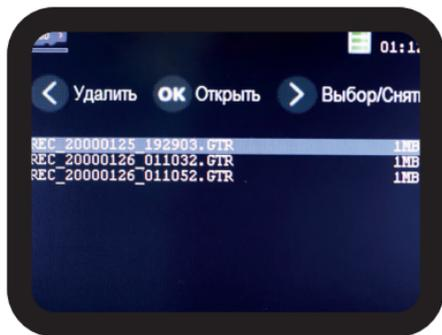

Рисунок 18. Меню «Файлы».
2.2.13 Меню «Файлы» позволяет просмотреть файлы с временным сигналом, записанных в режиме «Запись»(Рисунок 18,19).